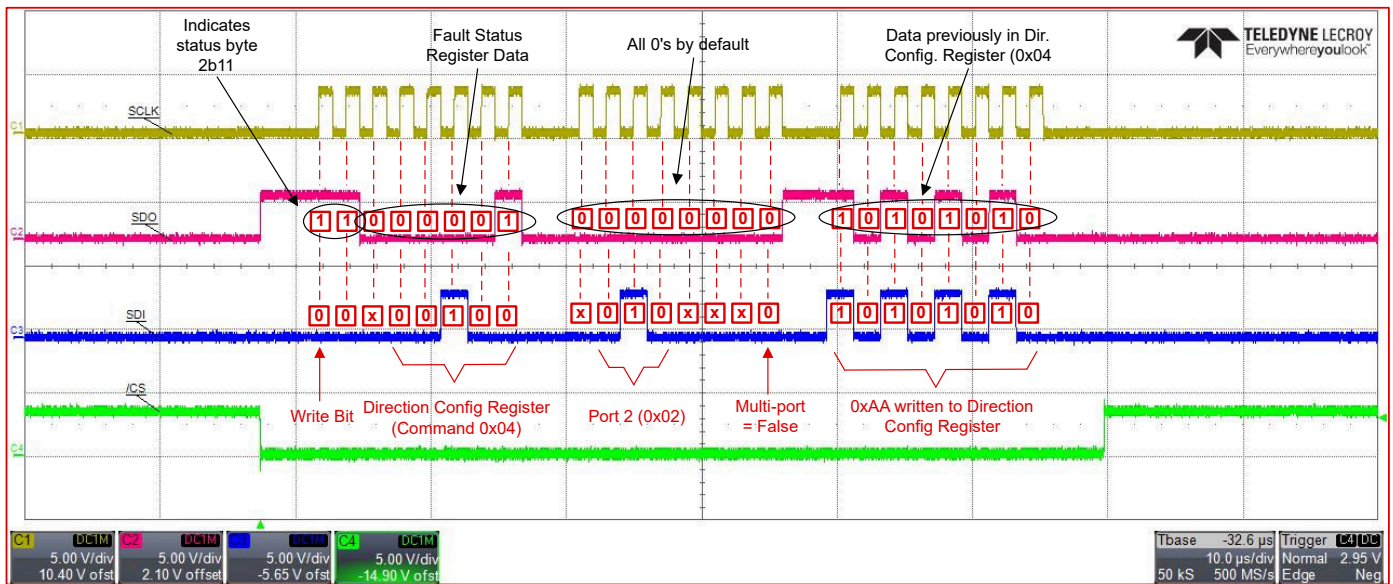

图 8-2. SPI 波形示例
TXE81XX 器件使用 24 位 SPI 字格式, 可以同时读取串行数据输入 (SDI) 和输出串行数据输出 (SDO)。这是向寄存器映射中地址 0x0400 处的方向配置寄存器进行写入的示例。16 位状态先在 SDO 上发送。前两位均为 1。接下来的 6 位是故障状态寄存器的位 5 至 0。故障状态寄存器 LSB 中的“1”指示发生了上电复位 (POR)。状态的最后 8 位全为 0。接下来的 8 位是之前在方向配置寄存器中写入的数据。SDI 上的 24 位如下。第一位是读取/写入位。当写入位 = 0 时, 读取位 = 1。在本例中, 发送了写入位。接下来的 2 位用“x”标记为“不用考虑”。接下来的 5 位表示功能地址, 在本例中选择了写入方向配置寄存器。端口选择由下一个高四位决定。在本例中, 端口 2 由 b010 选择。由于字节 2 的 LSB 为“0”, 因此多端口被设为 false。数据 0xAA 在最后一个字节写入方向配置寄存器。在此期间, 在 SCLK 上发送了 24 个时钟周期, 在每个上升沿进行采样。在整个 24 位事务期间, 片选 (CS) 为低电平。图 8-2 提供了上述示例的波形。